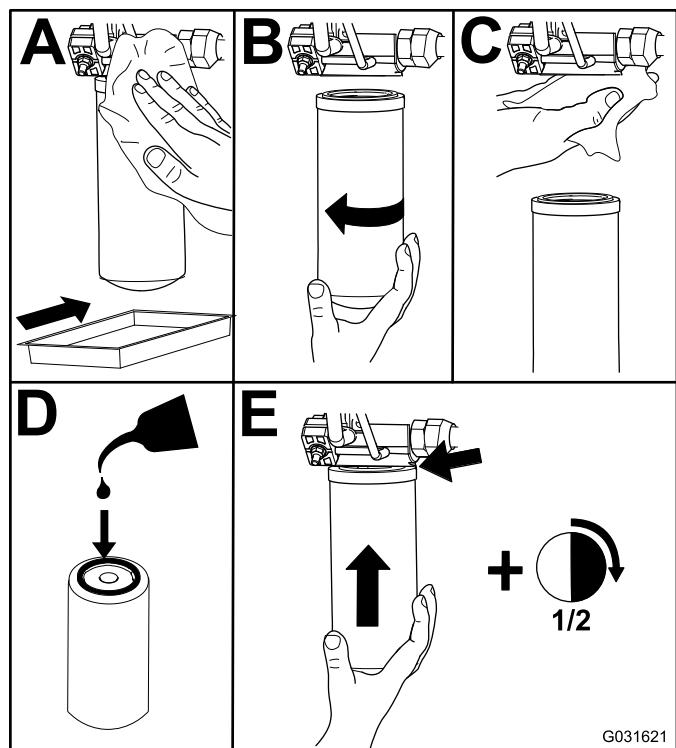

Figura 80
- Cambie los filtros hidráulicos (Figura 80).